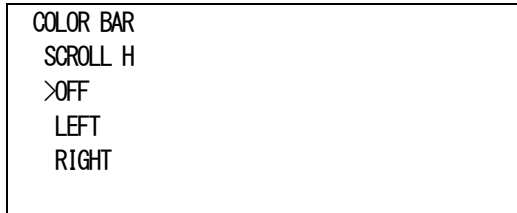

図4-8 オンスクリーンメニュー(SCROLL H例)
- 1)COLOR BARメニューで「SCROLL H[SCRH]」を選択し、**ENTER**ボタンを押すと図4-8のような設定メニューが表示されます。